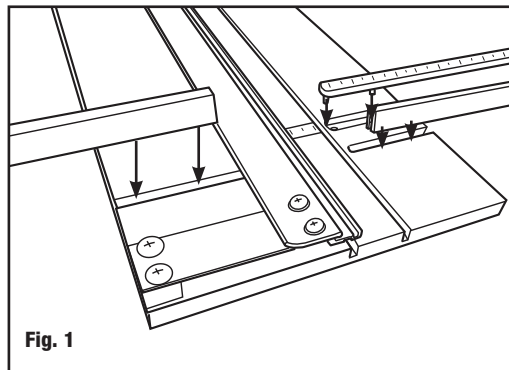

Fig. 1
1. Align pins in bottom of measuring bar with holes in board and press to install **(Fig. 1)**.
2. Align squaring bars above slots and press into board slots. Slide longer bar under Guiderail to end of slot **(Fig. 1)**.
1. Insérer la règle-guide dans les trous du support de découpe et appuyer pour l'installer **(Fig. 1)**.
2. Insérer les barres d'équerrage dans les rainures et appuyer. Faire glisser la barre la plus longue sous le rail de guidage jusqu'au bout de la rainure **(Fig. 1)**.